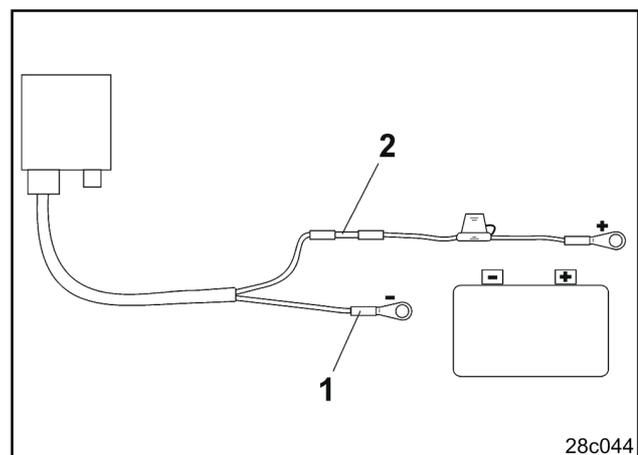

Fig. 6
- Introducir conductor azul (masa) en terminal anular suelto (Fig. 6/1).
- Introducir conductor marrón (+ 12 Volt) en el extremo libre del conector de junta (Fig. 6/2)
- Contraer el conector de junta (Fig. 6/2) con fuente de calor (encendedor o soplador de aire caliente) hasta que salga el pegamento